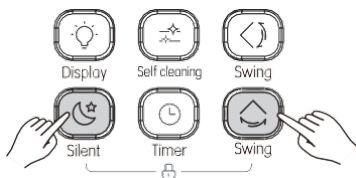

Figura 3.19
- 1) Pressione os botões  e  simultaneamente para bloquear o botão (ver Figura 3.19) e o ecrã apresentará o símbolo de bloqueio.